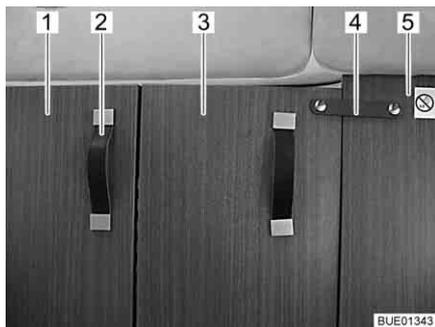

Bild 52 Fahrerhausabtrennung, geschlossen
- Fahrerhausabtrennung (Bild 52,1) am Griffband (Bild 52,2) ganz nach innen ziehen.
- Den klappbaren Teil der Fahrerhausabtrennung (Bild 52,3) mit dem Sicherungsband (Bild 52,4) an der festen Zwischenwand (Bild 52,5) hinter dem Beifahrersitz befestigen.